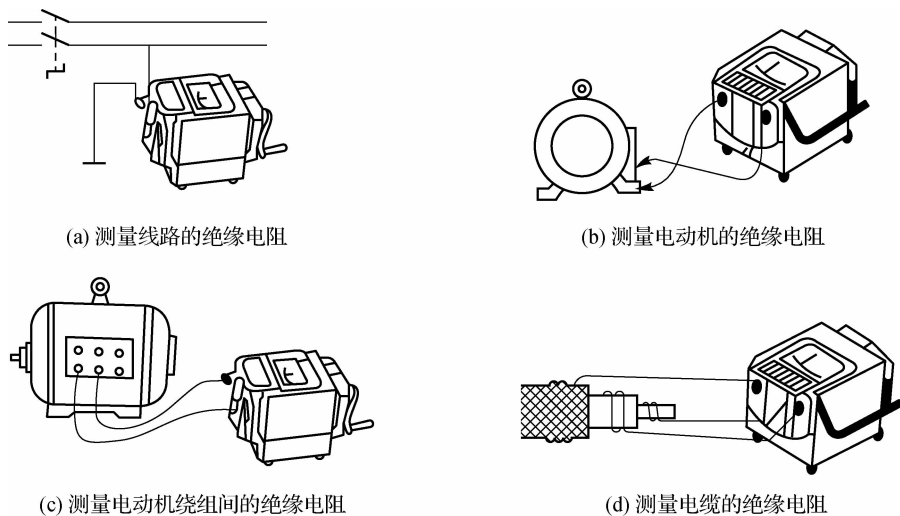

图 2-6 兆欧表的接线图
(1) 照明及动力线路对地绝缘电阻的测量。如图 2-6(a) 所示，将兆欧表接线柱 E 可靠接地，接线柱 L 与被测电路连接。按顺时针方向由慢到快摇动兆欧表的手柄，待兆欧表指针稳定后（约 1 min）读数。这时，兆欧表指示的数值就是被测线路的对地绝缘电阻值，单位是  $M\Omega$ 。
(2) 电动机绝缘电阻的测量。电动机绕组对地绝缘电阻的测量接线如图 2-6(b) 所示。
接线柱 E 接电动机机壳(应清除机壳上接触处的漆或锈等),接线柱 L 接电动机绕组。摇动兆欧表的手柄读数,测出电动机对地绝缘电阻。拆开电动机绕组的星形或三角形联结的连线。用兆欧表的两接线柱 E 和 L 分别接电动机的两相绕组,如图 2-6(c)所示。摇动兆欧表的手柄读数,此接法测出的是电动机绕组的相间绝缘电阻。
(3)电缆绝缘电阻的测量。测量时的接线方法如图 2-6(d)所示。将兆欧表接线柱 E 接电缆外壳,接线柱 G 接电缆线芯与外壳之间的绝缘层上,接线柱 L 接电缆线芯,摇动兆欧表的手柄读数,测量结果是电缆线芯与电缆外壳的绝缘电阻值。